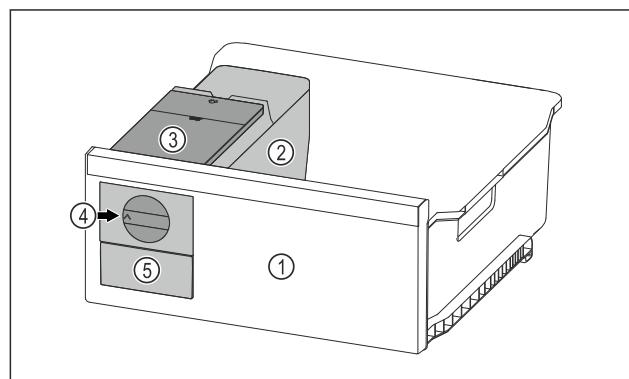

Fig. 108 Примерное изображение
- ▶ Поверните поворотную кнопку Fig. 108 (4) по часовой стрелке до упора.
- ▷ Кубики льда упадут из ванночки для кубиков льда в выдвижной ящик для кубиков льда Fig. 108 (5). Если не все кубики льда извлекаются из ванночки для кубиков льда: